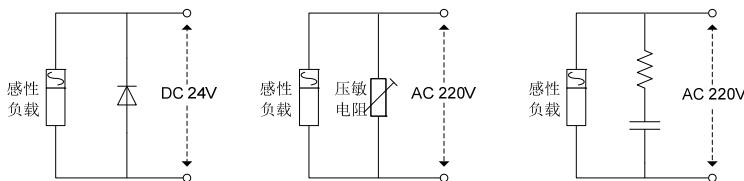

图 3-5 感性负载浪涌抑制器的应用
- ◆ 变频器连接感性负载设备时 (电磁接触器、继电器、电磁阀等), 请务必在该负载设备线圈上使用浪涌抑制器, 如图 3-5 所示。